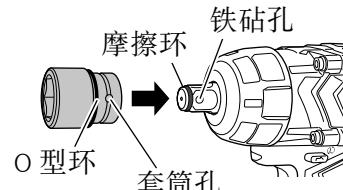

图 9
(1) 将 O 型环滑出凹槽，将套筒孔与铁砧孔对齐，将铁砧插入套筒。(图 9)